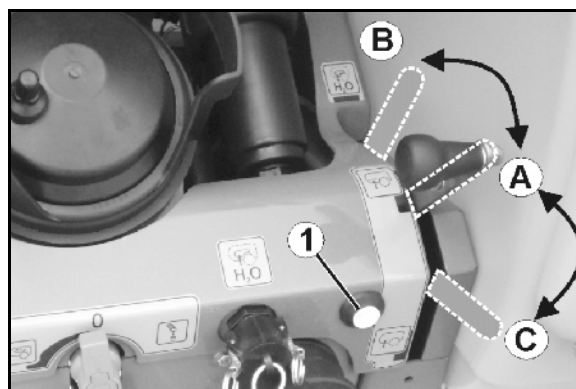

Fig. 106
- el pulsador del panel de control (Fig. 106/1).